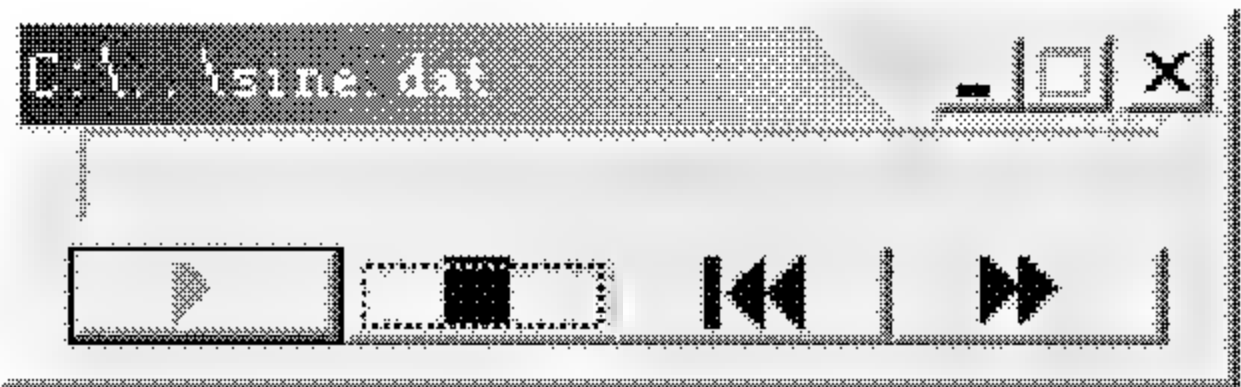

图 3.14 文件数据流控制工具条
- (5) 在 File Input(文件输入)面板中点击 Add File，选择输入数据的文件名，并打开此文件，会出现一个文件数据流控制工具条，如图 3.14 所示。